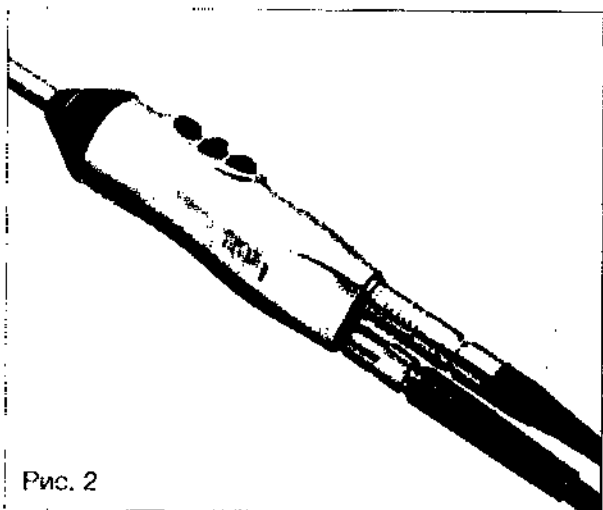

Рис. 2
- Выходы световода и кабеля передачи данных располагаются на проксимальном конце (рис. 2)